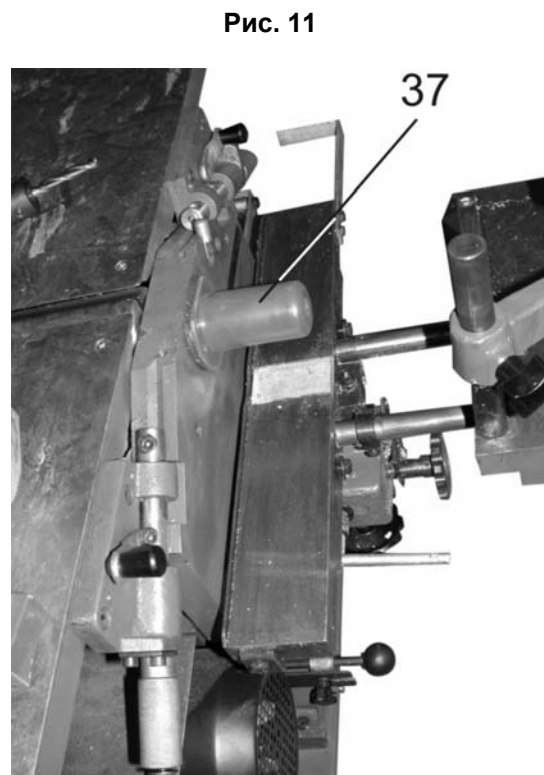

Рис.11
**ПРЕДУПРЕЖДЕНИЕ:** При выполнении строгальных операций свободная часть шпинделя, предназначенная для крепления фрезерного оборудования и инструмента, должна быть закрыта защитным стеклом (37) (см. рис 11).
8.3.1. Перед установкой фрезерной головки (39), насадной фрезы (не комплектуется) или фрезерного патрона (44) необходимо снять защитный стакан (37), Рис.11,14.